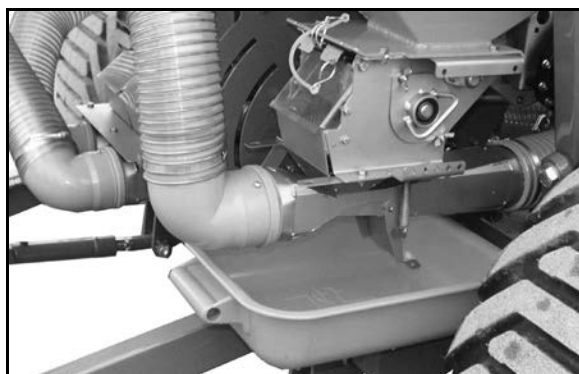

Рис. 58
- Рис. 58: лоток под дозатором удобрения.